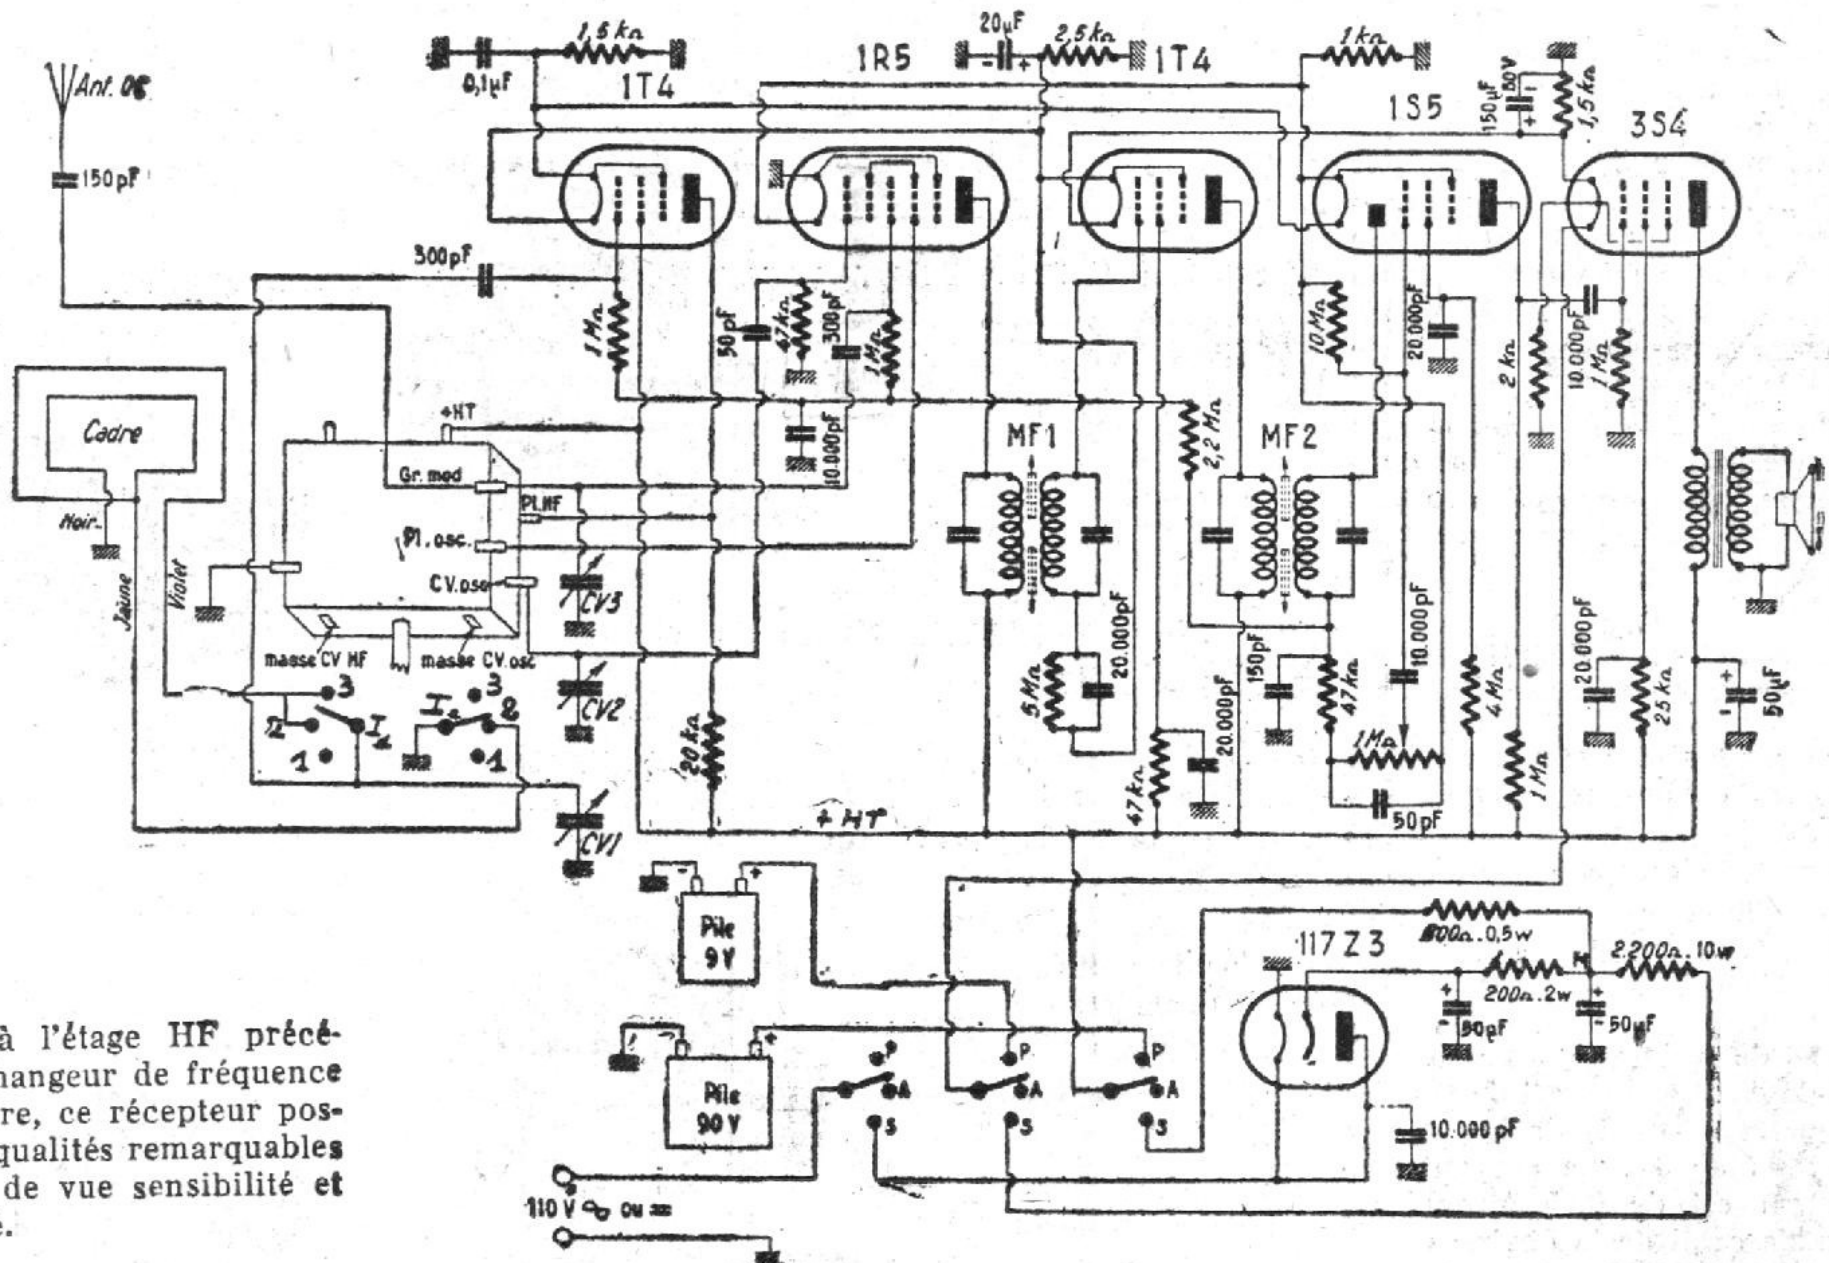

Figure 1.
L'examen du schéma théorique de la figure 1 montre que le récepteur comporte une lampe HF pentode du type 1T4, suivie d'une heptode changeuse de fréquence type 1R5. Vient ensuite une 1T4, pentode amplificatrice moyenne fréquence, une diode-pentode 1S5, dont l'élément diode sert de détecteur et de tube de contrôle automatique de
Le fonctionnement sur piles ou sur secteur a pu être réalisé sans commutations compliquées et un grand nombre en prévoyant, en position secteur, le chauffage des filaments pour la haute tension redressée. Pour réduire le courant filament, on les a montés en série, de sorte que la tension totale de la chaîne est de 9 volts: quatre filaments de 1,5 V = 6 V et un de 3V. Le courant filament est de 0,05 A environ, mais celui de la chaîne est légèrement différent, car les courants cathodiques (les filaments servent de cathodes dans les lampes à chauffage direct) traversent également des portions déterminées de la chaîne. On a été obligé ainsi de disposer des résistances de compensation que l'on remarque en haut du schéma de la figure 1. En position « piles », c'est une pile de 9 V qui alimente la
En haut et à droite du plan on remarquera les trois fils allant au cadre : depuis la masse, le fil chiné noir à la borne noire du cadre; le fil chiné jaune relie la prise du cadre (cosse jaune) à la cosse 2 du commutateur (voir pour plus de clarté le schéma de principe fig. 1, pos. 2 du commutateur I. On ne manquera pas de prévoir deux fils vers la pile 90 V. Nous avons mentionné plus haut ceux connectant la pile de 9 V. Il ne restera plus qu'à connecter le cordon bifilaire du secteur à une cosse du commutateur P.A.S. et à la masse.